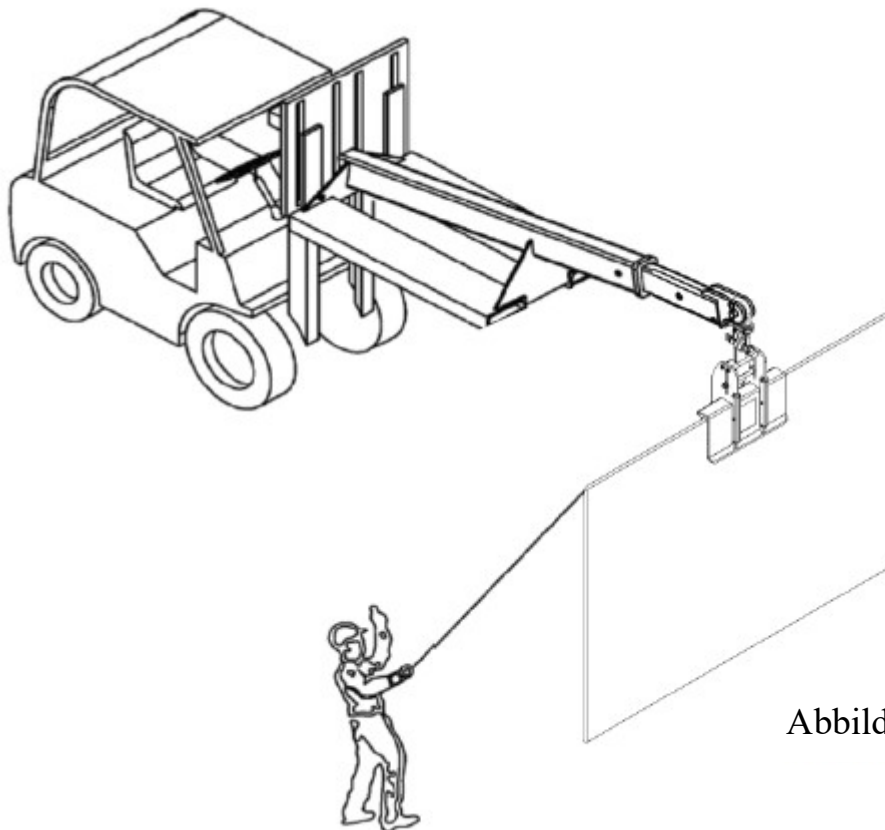

Abbildung 4.1
Schritt 4: Transportieren Sie das Material an den gewünschten Ort (Abbildung 4.1)